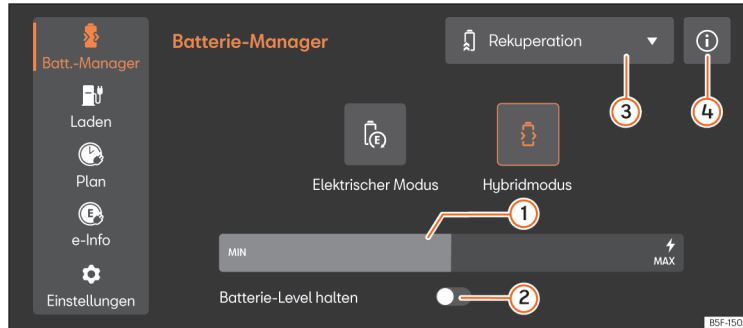

Abb. 119 Im Infotainment-System: Menü Batterie-Manager
- Wählen Sie im Infotainment-System **Elektrischer Betriebsmodus** oder **Hybrid-Modus**. Weitere Informationen zu dem Betriebsmodus finden Sie in ① >>> **(Abb. 119)** ④.
Legende zur » (Abb. 119):